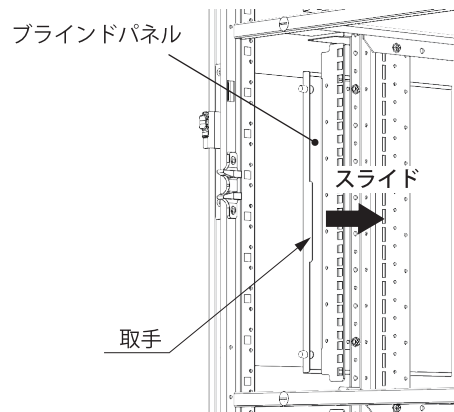

図 2
2. スライドパネルの取手に指を引掛け、パネルを矢印の方向にスライドしてください。(図 2)